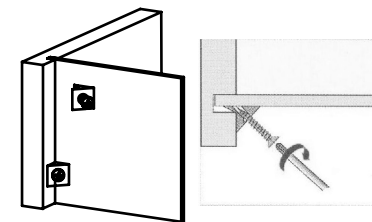

Рис.12
10. Установите ящики на направляющие (Рис.12).